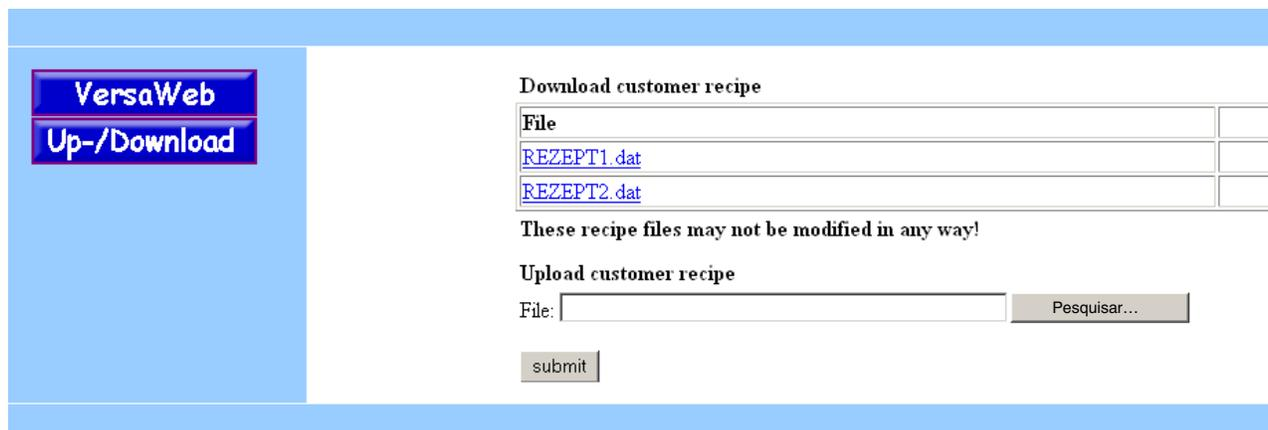

Fig. 4-115
- Todas as receitas elaboradas estão enumeradas em *Download customer recipe* (fig. 4-115).